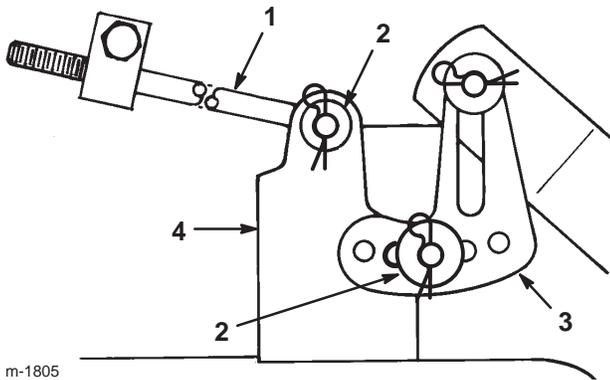

Bild 38
13. Schieben Sie das Ende der langen Stange durch das Loch in der Mähwerkbefestigung (Bild 38).
15. Montieren Sie die geschlitzte Mähwerknivellierhalterung am Stift am Schnitt Höhenarm (Bild 38).